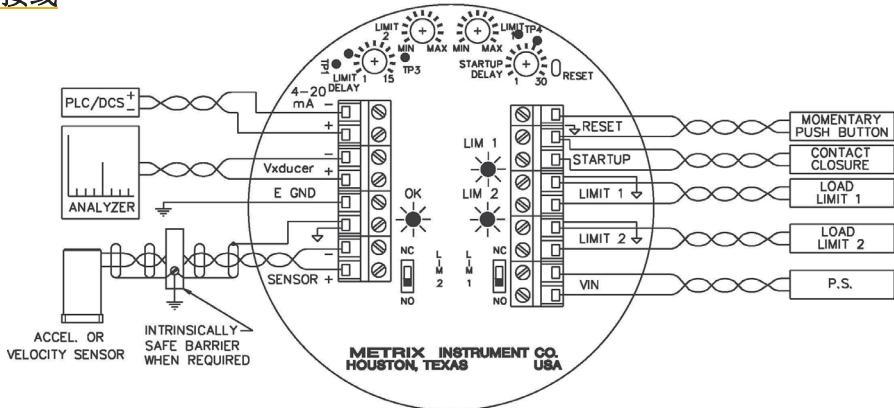

图1: 接线图(LCD选项未显示)
接线信息请参考图 1。输入电源和开关输出端应使用经认证的 14 AWG (1.5 平方毫米) 或更细规格的导线。
A. 将每台 SM6100 均设置为常闭（N.C.）运行模式（详见图 1）
可选的场效应晶体管（FET）限值输出端为可编程逻辑控制器（PLC）或其他设备的直流输入提供低泄漏开关。请勿用于交流（AC）电源。接线场效应晶体管（FET）时，需注意正确的极性（详见图 1），错误接线会导致场效应晶体管（FET）损坏。与双向可控硅（Triac）相同，通过相应设置限值 1 / 限值 2 开关，可将场效应晶体管（FET）设置为常闭（N.C.）或常开（N.O.）运行模式。
若需要远程复位功能，可将复位端子（详见图 1）连接至远程安装的瞬时常开（N.O.）按钮开关。若适用，需遵守危险区域相关要求。
若安装了可选的 4-20 mA 输出，可按接线图（详见图 1）所示，将其连接至远程接收器。该输出为电流源（15 VDC 供电），无需外部回路电源。满量程电流（20 mA）对应面板上标注的满量程振动响应值，4.0 mA 电流代表零振动状态。最大负载电阻为 600 欧姆。在电气噪声较高的环境中，建议使用屏蔽双绞线电缆。